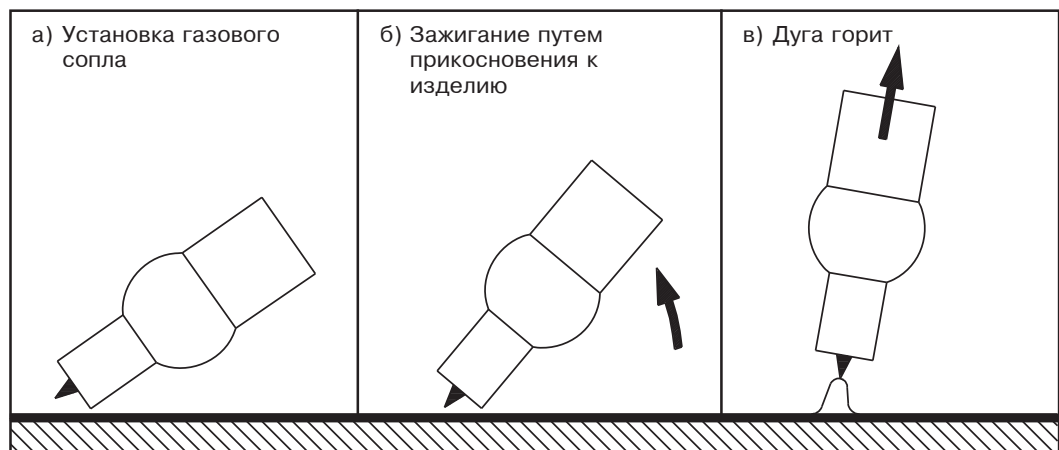

Рис. 20. Контактное зажигание
- При отключенном сварочном токе: установите электрод в месте зажигания, наклоните горелку назад, чтобы край газового сопла прилегал к изделию, а между кончиком электрода и изделием оставалось расстояние 2-3 мм (см. рис. 20а).
- Медленно приподнимайте горелку, опираясь на край сопла, пока конец электрода не коснется изделия (см. рис. 20б).
- Установите горелку в нормальное положение (см. рис. 20в).